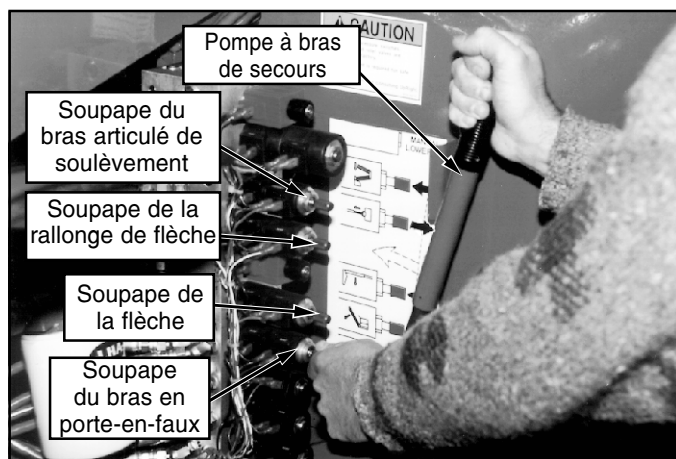

Figure 4 : Utilisation de la commande de secours
3. Actionner la commande manuelle prioritaire (bouton moleté) sur la soupape appropriée (voir figure 4). Enfoncer pour abaisser/déployer ; tirer pour élever/rentre, au besoin.